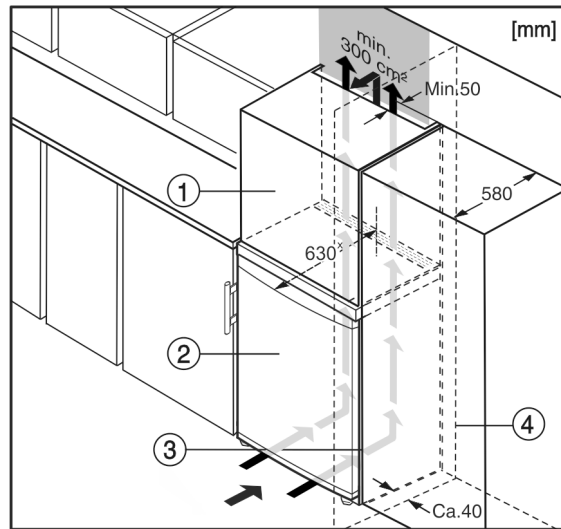

Fig. 10
A készüléket körbe lehet építeni konyhaszekrényekkel. Rá lehet szerelni Fig. 10 (2) egy rátétszekrényt, hogy a készüléket a konyhabútorok magasságához Fig. 10 (1) igazítsa.
Ha (max. 580 mm mélységű) konyhaszekrényekkel építi körül, akkor a berendezést közvetlenül a konyhaszekrény Fig. 10 (3) mellett is felállíthatja. A készülék oldalirányban 34 mmx, a közepétől pedig 50 mmx távolságban nyúlik túl a konyhaszekrény előlapjához képest.\*
Mikor a berendezést a csuklópántokkal egy fal *Fig. 10 (4)* mellett állítja fel, akkor a berendezés és a fal közti távolság legalább 40 mm legyen. Ez nyitott ajtó esetén megfelel a fogantyú túlnyúlásának.\*